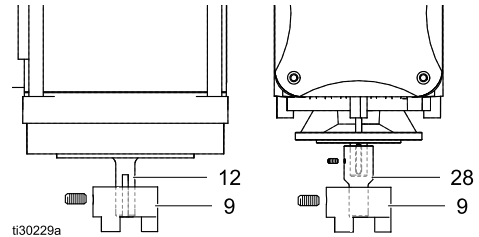

Figure 4 Соединительная муфта на валу электродвигателя
- В случае электродвигателей UL: Установите муфту (9) вровень с нижним концом вала электродвигателя. См. рис. 4, слева. Надежно затяните установочный винт, предусмотренный в муфте.
В случае электродвигателей АТЕХ: Установите муфту (9) вровень нижним концом переходника (28). См. рис. 4, справа.